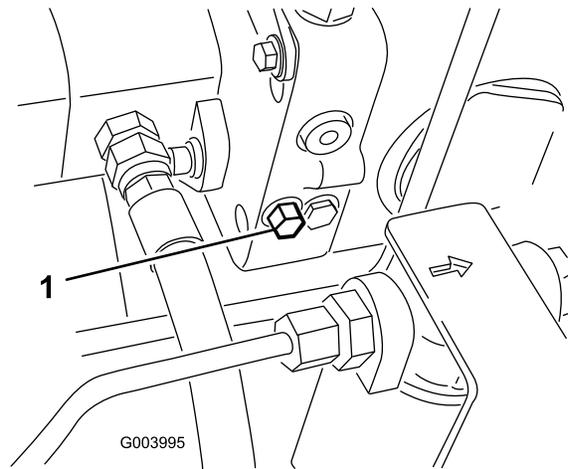

Figura 92
1. Gire el perno de la válvula de desvío una vuelta y media para abrirla y dejar pasar el aceite internamente (Figura 92).